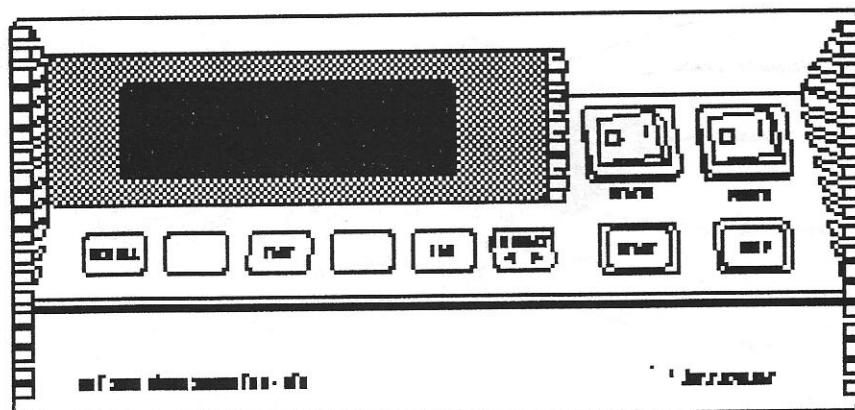

Abbildung 1.8 — Bedienfeld des DSC 2920 CE
1. Vergewissern Sie sich, daß das Modul ausgeschaltet ist (Schalter "POWER" auf Stellung "0"; s. Abbildung 1.8).